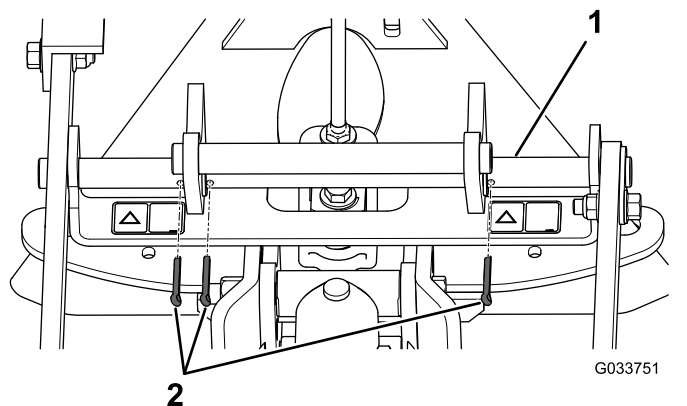

Figura 6
4. Instale um contrapino em cada um dos três orifícios na barra de articulação (Figura 6).
Nota: Certifique-se de que os orifícios na barra de articulação estão posicionados como se mostra na Figura 6.